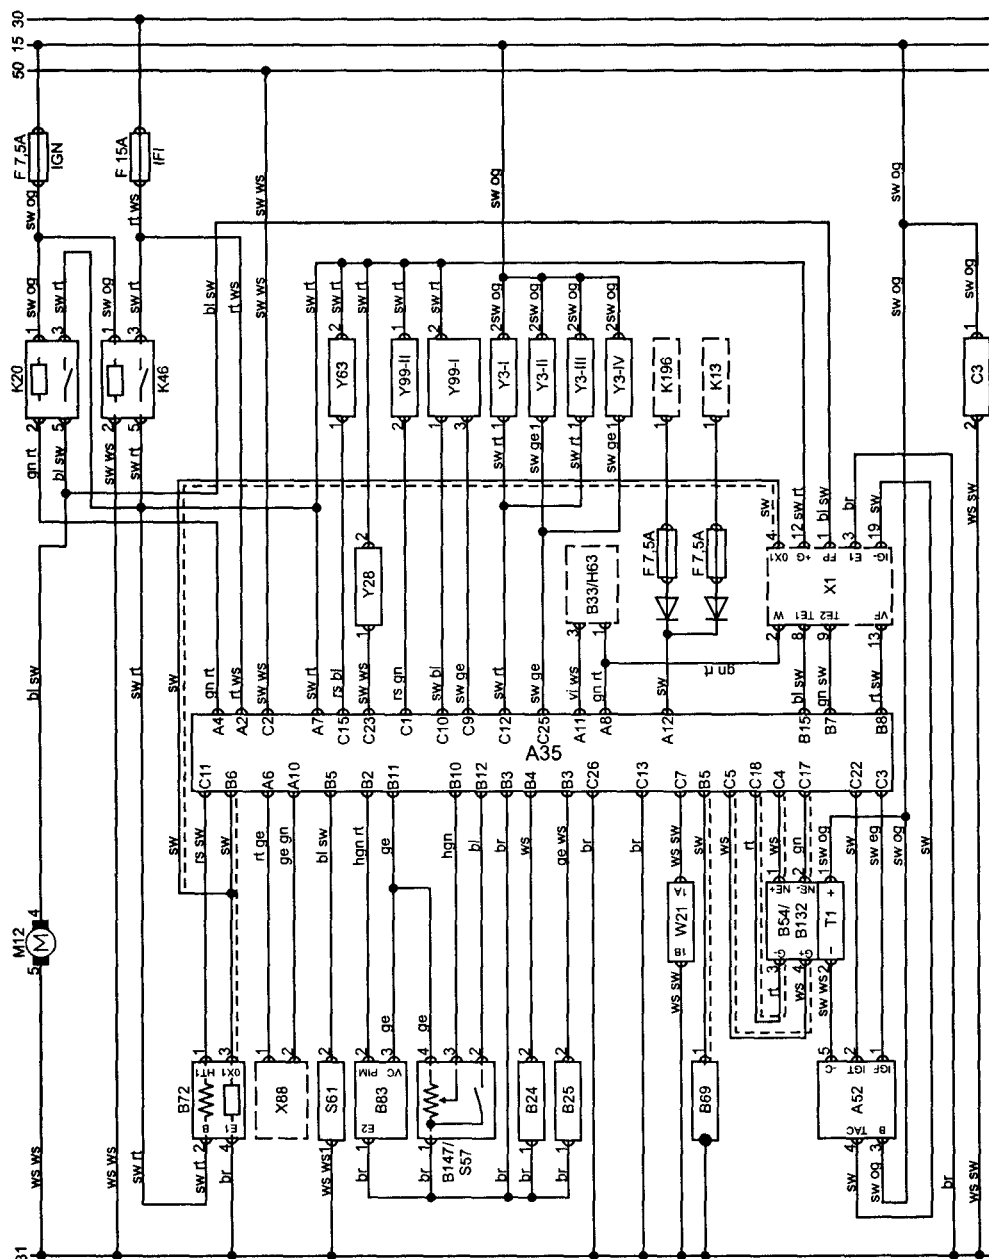
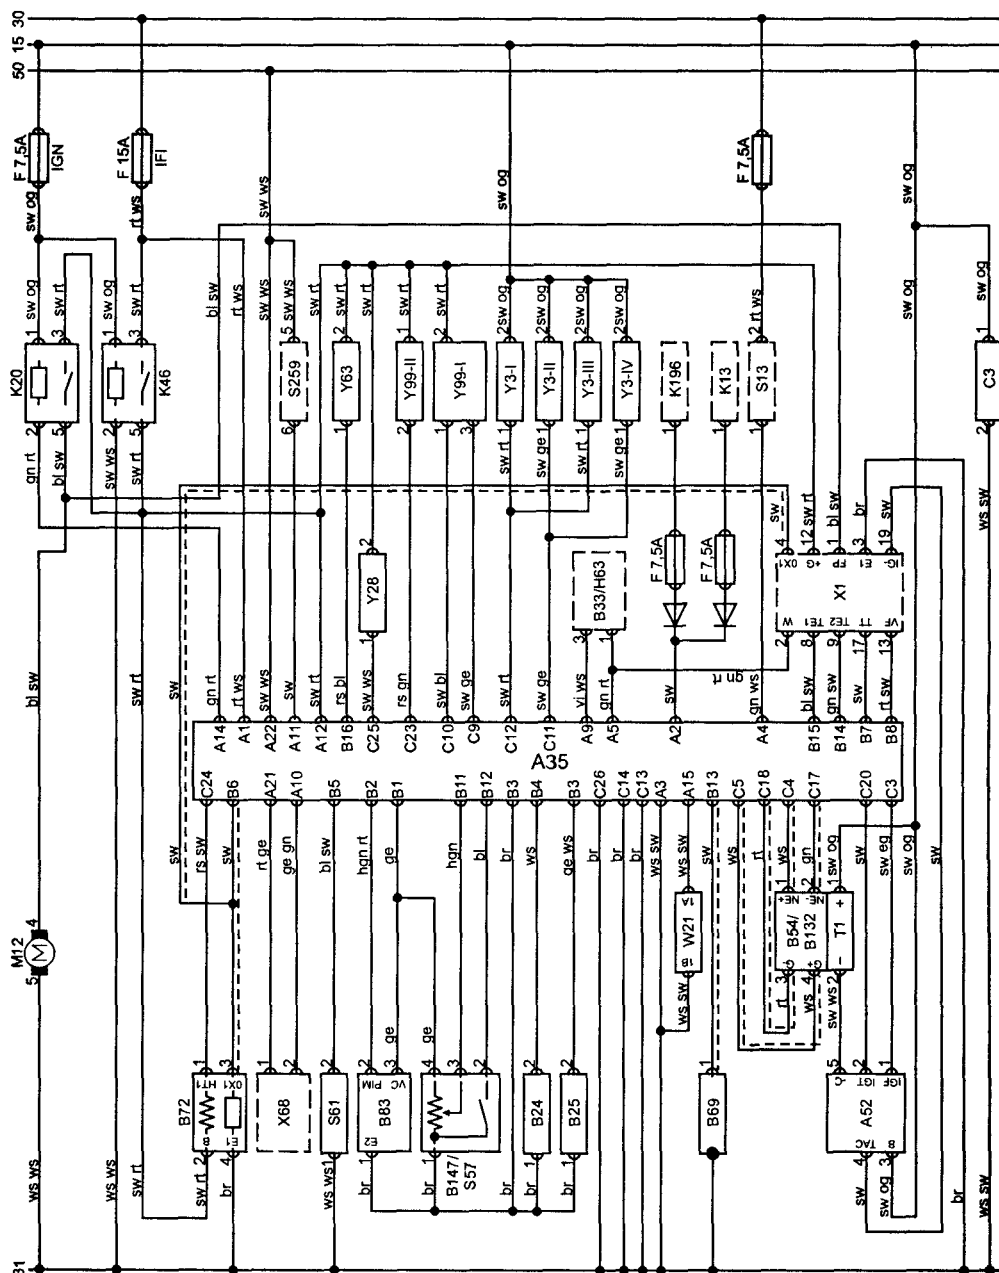

Рис. 2.8.1. Принципиальная схема ЭСУД «Toyota RAV4» 1994—2000 гг. выпуска в комплектации МТ
Рис. 2.8.2. Принципиальная схема ЭСУД «Toyota RAV4» 1994–2000 гг. выпуска в комплектации AT
Принципиальная схема ЭСУД «Toyota RAV4» 1994—2000 гг. выпуска с двигателем 3S-FE с ручной (MT) трансмиссией приведена на рис. 2.8.1, а с автоматической (AT) — на рис. 2.8.2.
На рис. 2.8.1 и 2.8.2: